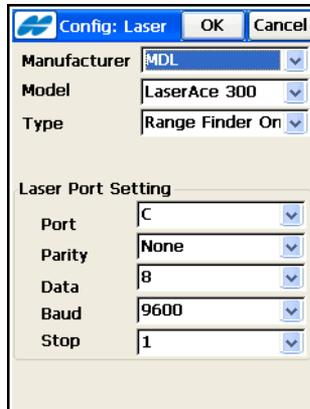

Abbildung 4-30. Laserkonfiguration
4. Geben Sie im Fenster **Optionen Laser** die Eigenschaften des Lasers ein: Hersteller, Modell, Typ und Schnittstelleneinstellungen (siehe Abbildung 4-30). Tippen Sie auf OK.